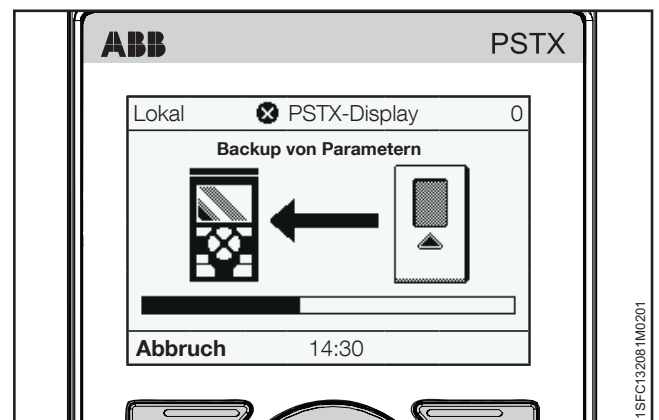

Abbildung 6.25
3. Der Download von Parametern wird wie in **Abbildung 6.25** angezeigt. Der Name der Backupdatei enthält den Tag, den Monat und das Jahr ihrer Erstellung.